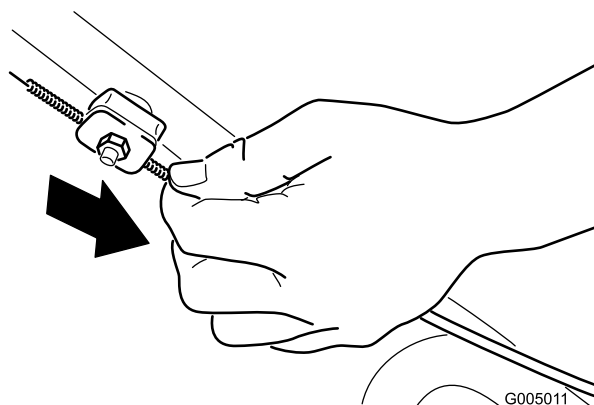

Figure 6
10. Tirez la gaine du câble vers le bas (vers la machine) pour éliminer le mou du câble (Figure 6).